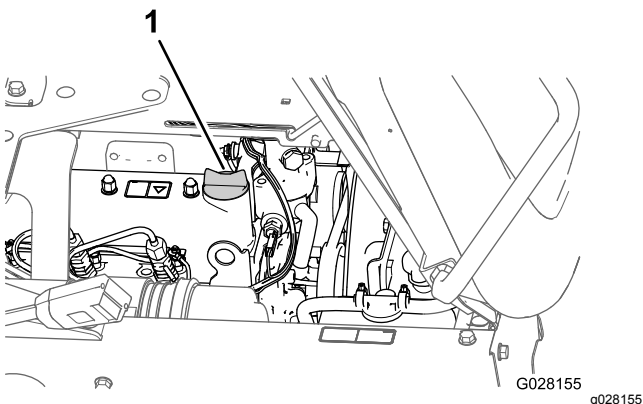

图 71
3. 如果油位较低请从气门室盖上拆下加油颈盖然后将机油倒入加油颈使油位提高到量油尺上的“已满”标记图 71 处。